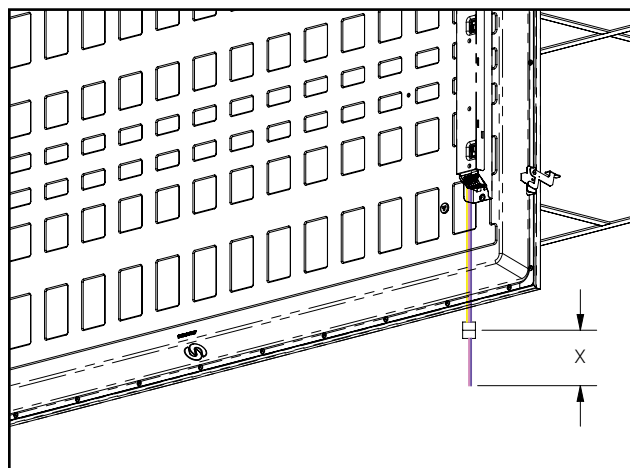

Figura 15
15. Desenchufe y deseche el segmento de cableado identificado como "X" en la Figura 15 del ramal del conductor. Luego, conecte el ramal del sensor Wavelinx en su lugar.